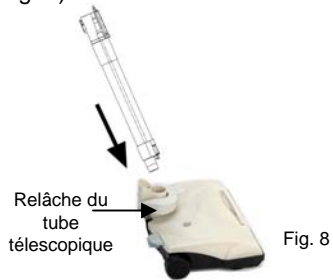

Fig. 8
1. Pour attacher le bec électrique au tube télescopique, insérez-le tube dans le réceptacle du bec électrique. (Fig. 8)
4. Pour retirer le tube télescopique du bec électrique, appuyez sur la relâche du tube télescopique et retirez le tube. (Fig. 8)